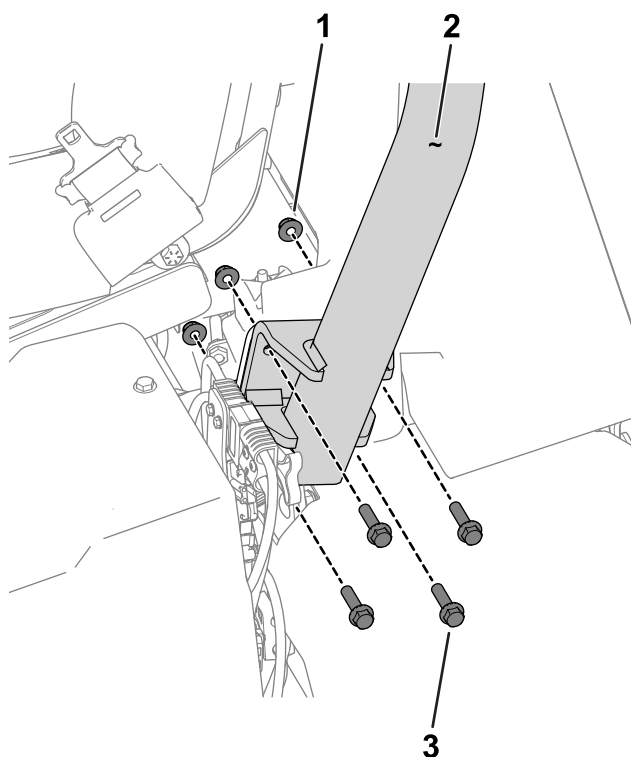

Figura 3
3. Utilize oito parafusos de cabeça sextavada ($\frac{3}{8}$ x $1\frac{1}{2}$ pol.) e oito porcas ($\frac{3}{8}$ pol.) para prender a barra de segurança aos suportes da barra de segurança em cada lado da máquina (Figura 3).